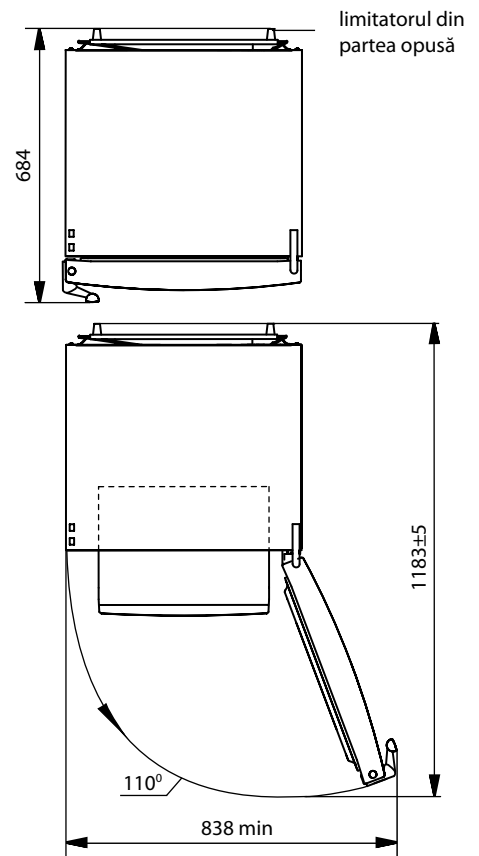

Figura 2 – Congelator (vedere de sus)
1.6 Spațiul total necesar pentru funcționarea congelatorului este determinat de dimensiunile prezentate în figura 2 în milimetri. Designul congelatorului oferă unghiul maxim de deschidere a ușii – de 110° . Pentru a preveni deteriorarea congelatorului **NU APLICAȚI FORȚĂ EXCESIVĂ** pentru a deschide ușa la un unghi mai mare de 110° .